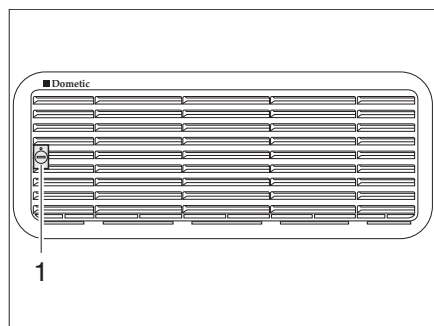
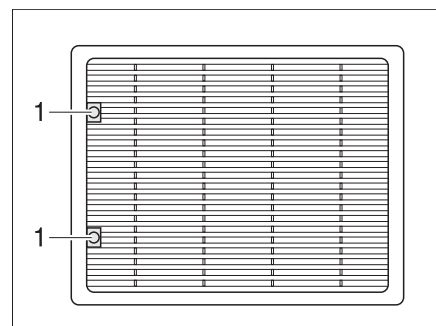

Bild 230 Kühlschrank-Lüftungsgitter (Dometic klein)
Bild 231 Kühlschrank-Lüftungsgitter (Dometic groß)
- Schraube (Bild 230,1 bzw. Bild 231,1) mit Hilfe einer Münze eine viertel Umdrehung drehen.